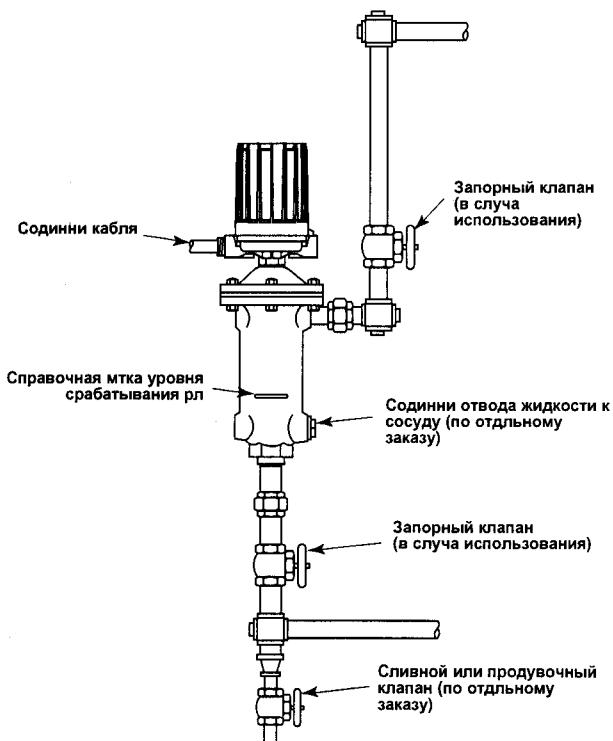

Рис. 3
На рис. 3 показан типовой монтаж трубопроводов регулирующего поплавкового реле уровня Magnetrol на сосуд или котел. Метки на корпусе указывают уровни срабатывания реле с тремя прокладками при минимальной относительной плотности. Уровни срабатывания реле с одним прокладкам при различных минимальных относительных плотностях см. в Таблице уровней срабатывания.
6. Если узел магнита качается свободно, но механизм все же не действует, проверьте установку регулирующего реле, чтобы убедиться в том, что оно находится в пределах нормативных трех градусов ( $3^\circ$ ) отклонения от вертикали. (Используйте спиртовой уровень, прикладываемый к боковой стороне защитной трубки в двух местах, отстоящих друг от друга на  $90^\circ$ . См. рис. 3 на стр. 4)